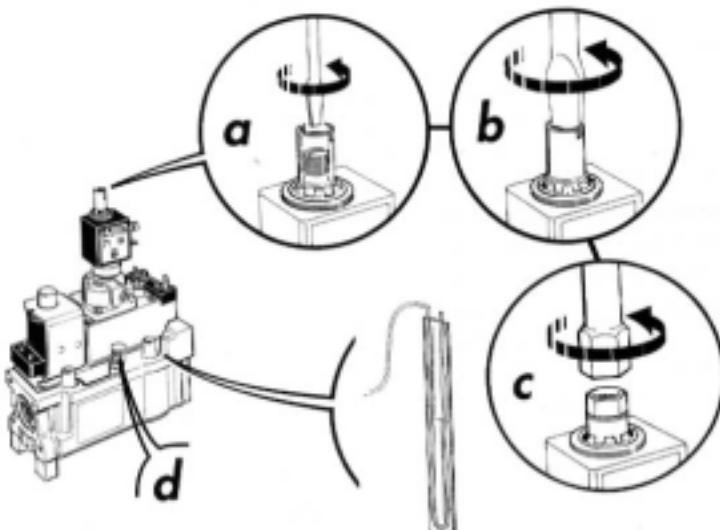

Fig 36
- E. Presiunea maxima se regleaza prin intermediul unei surubelnite cu varf plat in interiorul gaurii de pe axul electrovalvei (a se vedea Pozitia b e c de la Fig.36).
-INSURUBATI pentru a mari presiunea MAX., DESURUBATI pentru a o reduce (Fig.36).
-INSURUBATI pentru a mari presiunea MIN., DESURUBATI pentru a o reduce (Fig.36).
Pentru a putea citi valorile de presiune, introduceti tubul manometrului la locul de masurare a presiunii, asa cum este indicat in Fig.36.
**IMPORTANT!** In cazul in care doriti efectuarea unei transformari a tipului de gaz a aparaturii, de la GAZ METAN la GAZE LICHEFIATE, este necesar sa montati duza potrivita (Pozitia d din Fig. 36) aflata in dotarea KIT-ului de transformare.